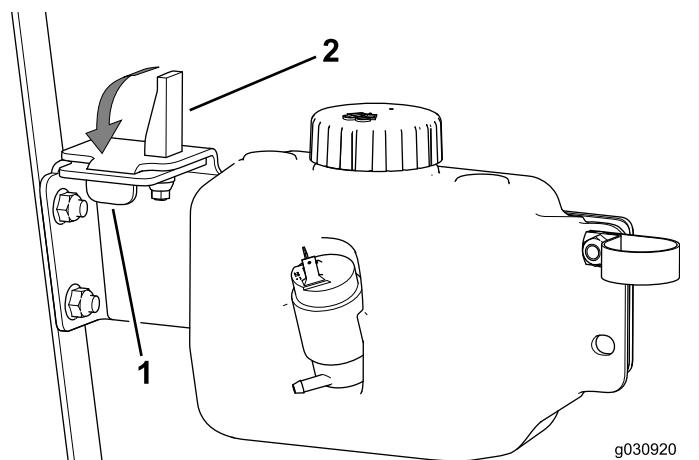

Bild 46
5. Setzen Sie die Nase in den Schlitz und die Ausdehnungsriegel-Büchse in das Loch in der Behälterplatte (Bild 46).
6. Drehen Sie den Hebel des Ausdehnungsriegel nach unten (Bild 46).